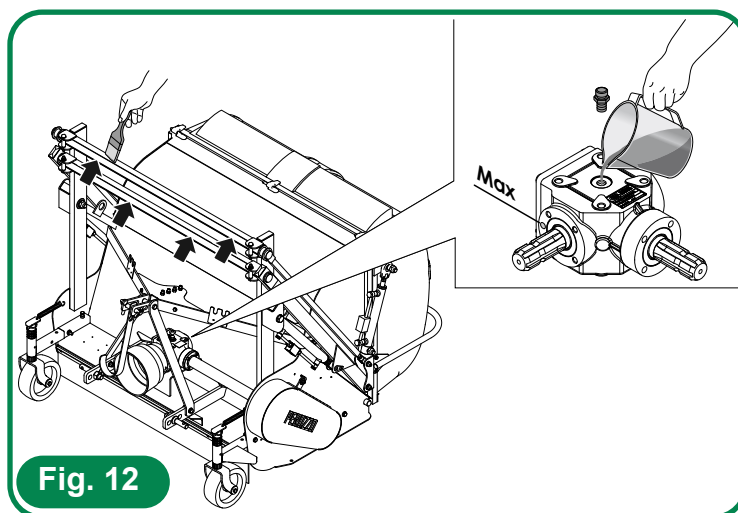

Fig. 12
- Smörj rotationsstängerna. Se fig. 12.
- Kontrollera oljenivån i multiplikatorn med hjälp av det särskilda locket. Se fig. 12.